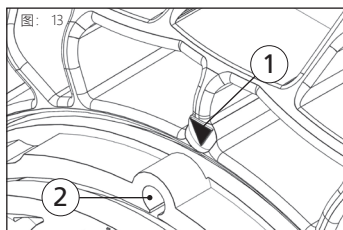

图: 13
- 系统盖的扳手螺纹内的钻孔必须与法兰上的箭头相对应 (见图: 13)。